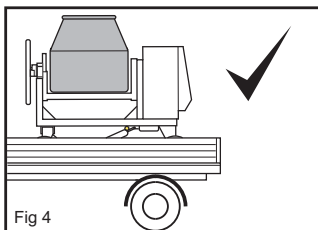

Fig 4
- O misturador **DEVE** ser transportado apenas com a boca do tambor voltada para (Fig. 4 & 5)